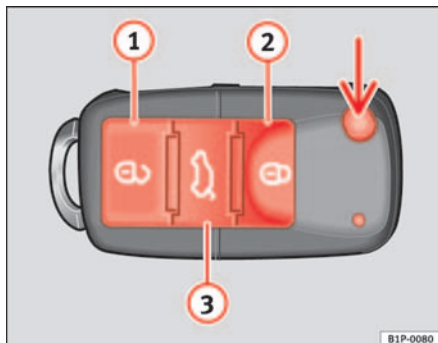
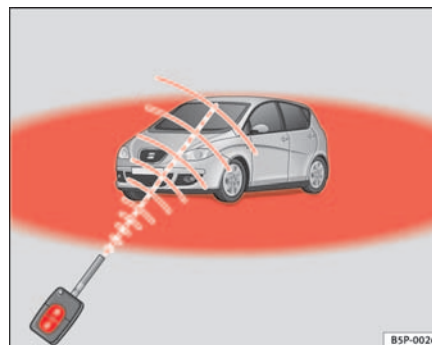

Abb. 64 Tastenbelegung
Abb. 65 Wirkungs-
Mit der Taste \Rightarrow Abb. 64 (Pfeil) der Fernbedienung wird der Schlüsselbart ausgeklappt.
Fahrzeug entriegeln \Rightarrow Abb. 64 ①.
Fahrzeug verriegeln \Rightarrow Abb. 64 ②.
Heckklappe entriegeln. Drücken Sie die Taste \Rightarrow Abb. 64 ③, bis alle Blinkleuchten am Fahrzeug kurz aufleuchten. Nach Drücken der Entriegelungstaste \Rightarrow ③ können Sie die Heckklappe innerhalb von 2 Minuten öffnen. Nach Ablauf dieser Zeit wird die Heckklappe wieder verriegelt.
Zudem blinkt die Batterie-Kontrollleuchte des Schlüssels \Rightarrow Abb. 64 auf.
Bei einmaligem Drücken der Taste \Rightarrow Abb. 64 ①, wird nur die Fahrertür geöffnet. Alle anderen Türen bleiben verriegelt.
Bei zweimaligem Drücken der Taste  ⇒ Seite 103, Abb. 64  werden alle Türen entriegelt.
- Die Funkfernbedienung funktioniert nur, wenn Sie sich im Wirkungsbereich befinden ⇒ Seite 103, Abb. 65 (rote Fläche).
- Verwenden Sie die beiden Schlüssel, die mit dem Fahrzeug ausgehändigt werden, den Funkschlüssel und den normalen Schlüssel ⇒ Seite 103, Abb. 64 ⇒ Seite 103, Abb. 65.
- Verriegeln Sie das Fahrzeug mit dem Schlüssel mit Funkfernbedienung ⇒ Seite 103, Abb. 64 ⇒ Seite 103, Abb. 65 über das Schloss in der Fahrertür.